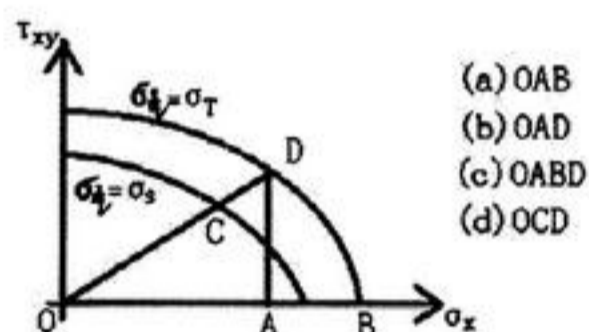

图 1
- 1、在 σ_x, τ_{xy} 作用下的屈服曲面如图 1 所示。图中两条弧线的含义是什么?